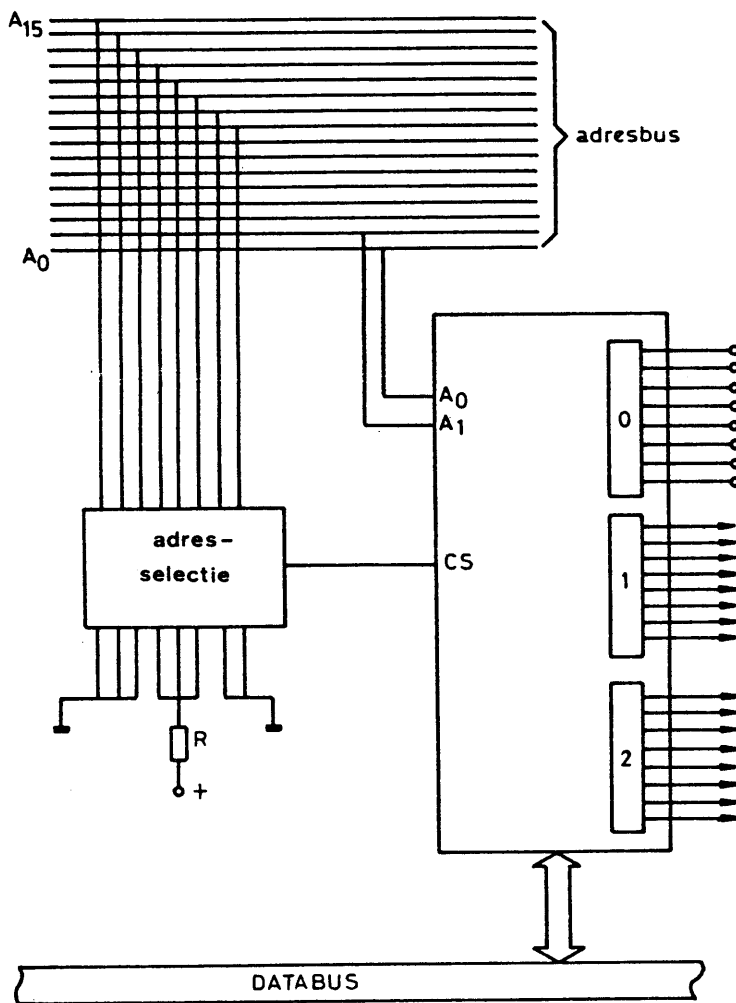

fig.3
In fig. 3 is weergegeven hoe we een I/O-module als geheugenbouwsteen kunnen opnemen.
De I/O-module in fig. 3 bestaat uit 2 output-poorten en 1 input-poort. Voor de selectie van deze poorten zijn 3 ingangen aanwezig: 2 adres-ingangen en 1 chip-select (CS)-ingang. Wanneer we nl. de chip (de I/O-module) hebben geselecteerd, moeten we alleen nog 1 van de poorten binnen die chip adresseren. Dit kan m.b.v. 2 bits. Hiermee zijn immers 4 combinaties mogelijk, nl.  $00_2 = 0$ ;  $01_2 = 1$ ;  $10_2 = 2$  en  $11_2 = 3$ . De chip selecteren we, door b.v. de 8 hoogste adresbits m.b.v. een comparator te vergelijken met een vooraf ingestelde waarde.
Vraag 2: In fig. 3 worden de 8 hoogste adresbits vergeleken met  $00111100_2/00011100_2$ .
In fig. 3 is dit de waarde  $00011100_2 = 1C_{16}$ .
Vraag 3: De adressen van de 3 poorten in fig. 3 zijn:
De adressen van de 3 poorten in fig. 3 zijn dus  $1C00_{16}$ ,  $1C01_{16}$  en  $1C02_{16}$ .
We zien nu meteen een groot nadeel opdoemen van memory mapped I/O. De I/O-module in fig. 3 neemt nl. een veel groter adresbereik in beslag dan de 3 adressen die voor de poorten nodig zijn.
Is het benutten van alle geheugencapaciteit wel nodig, dan moeten we werken met grotere comparators. In fig. 3 zullen we dan de adresbits  $A_7$  t/m  $A_2$  ook moeten vergelijken met een vooraf ingestelde waarde.